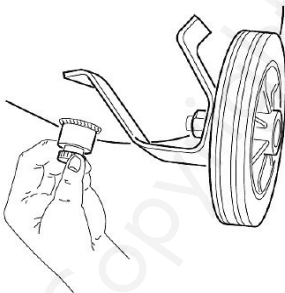

Fig. 15: Afwatering
4. Tap het condenswater af door de klep te openen die zich onder de tank bevindt (pos. 7, fig. 7 en fig. 15). Sluit de klep weer zodra er alleen schone lucht, zonder condensatie, uitkomt. Draag beschermende handschoenen voor dit werk. Het verdient aanbeveling een ondiepe bak te gebruiken om het condenswater op te vangen.